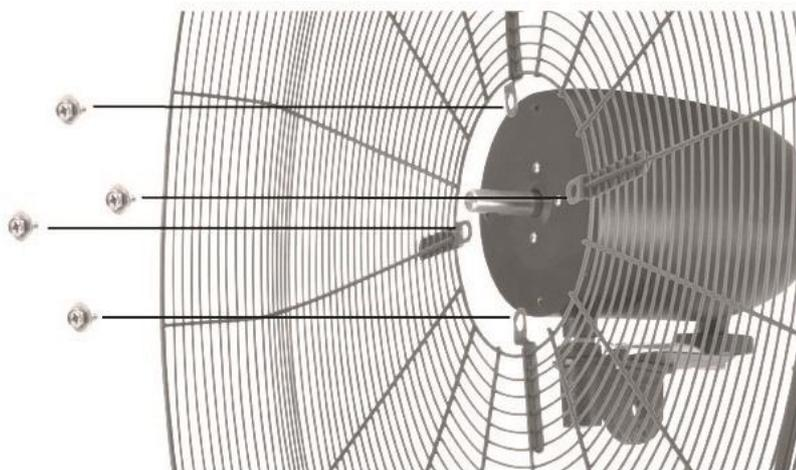
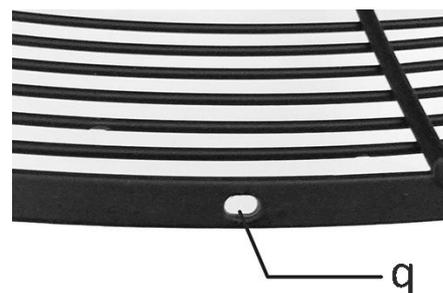

bild 11
bild 12
3. Fäst det bakre gallret på motorenheten genom att rikta in skruvhålen på gallret och framsidan av motorenheten. Dra åt de fyra skruvarna. (bild 11) Se till att skruvhålen (q) på det bakre gallret är nederst. (bild 12)